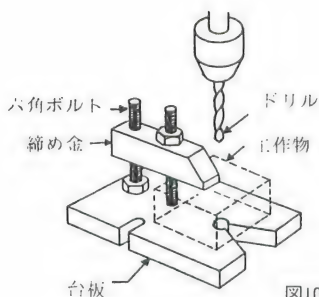
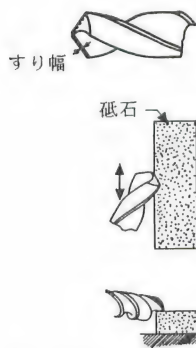

図10-4
図10-6
- ①工作物はしっかり固定します。ボール盤には図10-4の道具を作っておくと非常に便利です。丸棒の穴あけはVブロックに乗せて行くと安定がよく、写真10-5のようなブロックが簡単に自作できます。
- ②必ず前述の案内穴を作ってから穴あけし、時々抜いてブラシでキリコを払う。この際必ず回転を止めておこなうこと。
- ③真鍮^{しんちゆう}、砲金、銅など粘り強くてやわらかい材料は、貫通する際にドリルがくいこんで工作物を振り回したりはね飛ばしたりして、せっかくの工作物をオシャカにしたり、ドリルを破損したり、ひどいケガをすることもあります。3mm以下の細いドリルでもその力は馬鹿になりません。そこで、必ず刃先を図10-6のように^{といし}砥石にぴったり押しつけてすって(刃先を殺すといいます)食いこみを防ぎます。すり幅はごくわずかで、細い線状に見えればよいのです。真鍮専用ドリルを一揃い作っておくのがよろしいでしょう。